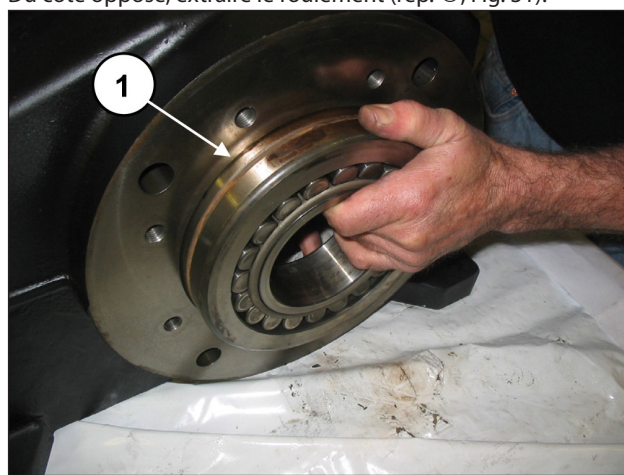

Fig. 31
Du côté opposé, extraire le roulement (rep. ①, Fig. 31).